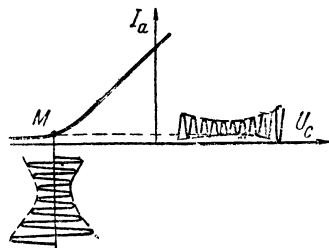

Рис. 43. В рабочей точке  $M$  переменные напряжения на сетке лампы создают выпрямленный ток в цепи анода.
**Л.** — Да. Однако выпрямление можно произвести также и другим способом, чем тот, с которым мы только-что познакомились. Для этого можно использовать усилительную лампу, сетка которой находится под постоянным отрицательным напряжением от батареи  $B_c$  (рис. 42), при котором анодный ток лампы равен почти нулю (точка  $M$  на нижнем изгибе характеристики лампы на рис. 43).